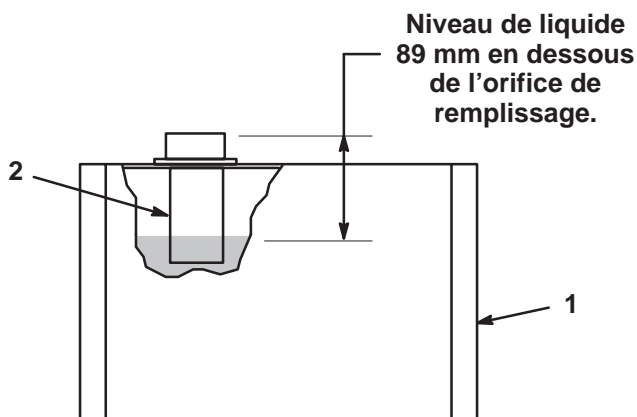

Figure 17
2. Retirez le bouchon du dessus du réservoir et vérifiez le niveau d'huile. Le liquide doit arriver à environ 89 mm en dessous du sommet de l'orifice de remplissage (Fig. 17).